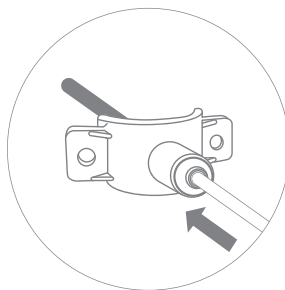

Рис. 9
3. Проденьте красную пластиковую трубку через штуцер хомута, чтобы она вышла с внутренней стороны хомута на 7...10 мм (рис. 9).